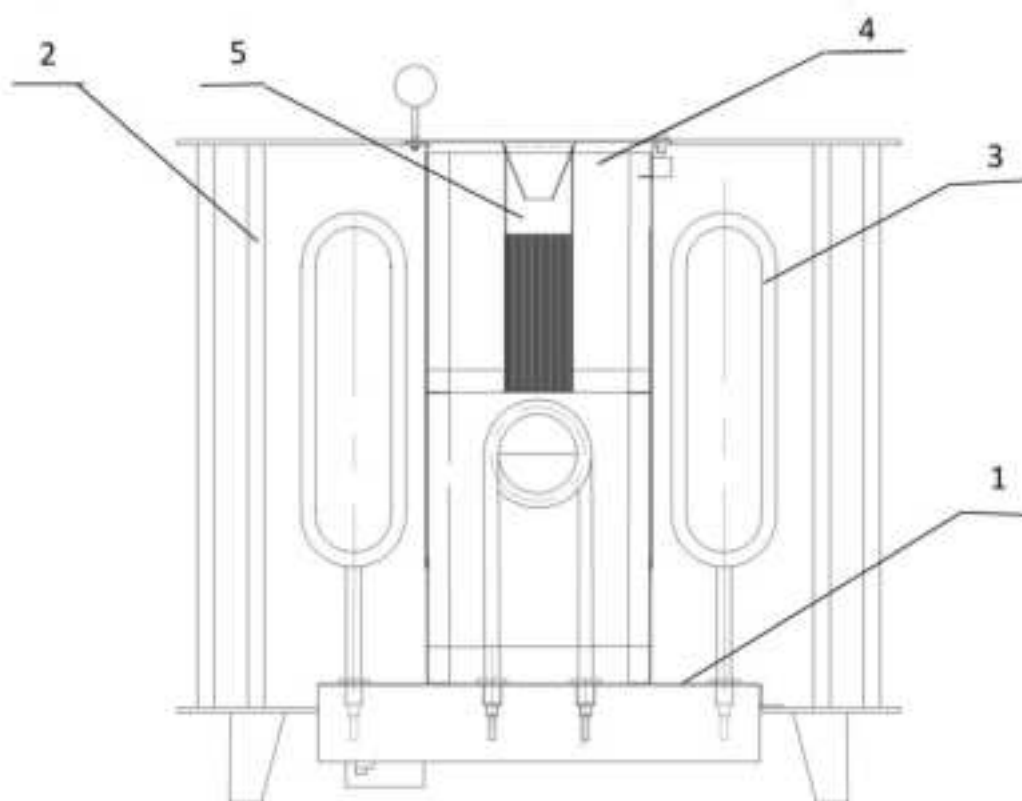

Рис.2
1.4.2 Электрический нагреватель (ЭН) состоит из блока ТЭНов (поз.1 рис.2) и наружного ограждения (поз.2 рис.2).
Блок ТЭНов представляет собой основание коробчатого сечения из нержавеющей стали, на котором расположены трубчатые электрические нагреватели (поз.3 рис.2) мощностью 1,0 или 2,0 кВт в различных комбинациях, в зависимости от мощности Устройства.
На блоке ТЭНов также расположена стальная емкость с крышкой (поз.4 рис.2), заполненная камнем для парообразования и обогреваемая отдельным ТЭНом. Индивидуальный подогрев камня, находящегося в этой емкости, обеспечивает более высокую его температуру, что благоприятно сказывается на качестве пара.
Внутри емкости имеется стакан из нержавеющей стали с вмонтированным в него теплоаккумулятором (поз.5 рис.2). При эксплуатации печи залитая в стакан вода непрерывно кипит, увлажняя воздух парного помещения. В нижней части блока ТЭНов размещен клеммник для подключения ЭН к ПУ. Блок ТЭНов устанавливается в проем нижнего листа наружного ограждения. Наружное ограждение выполнено в виде сборной конструкции из стального проката и окрашено жаростойкой эмалью. Внутрь ограждения укладывается колотый камень (габродиабаз, талькохлорит или кварцит).